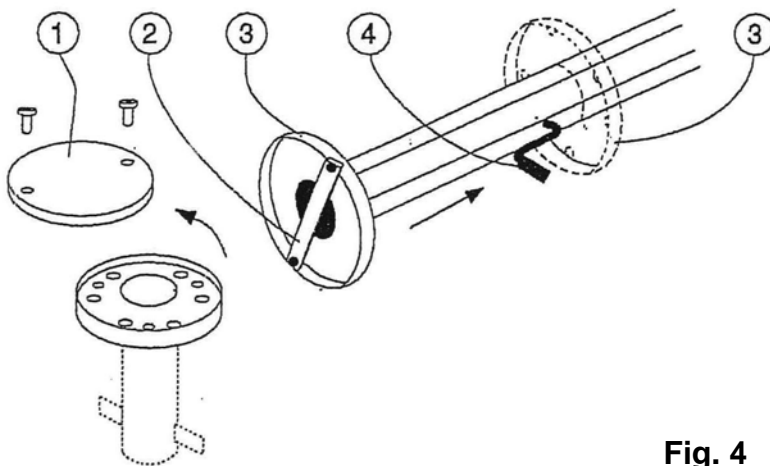

Fig. 4
- Svitare il coperchio dal piantone da interrare (1) come da fig. 4.
- Allontanare il traversino di fissaggio (2) dalla base del palo e spingere l'anello di compressione (3) verso l'alto oltre il foro per la manovella (4). Applicare un'imbottitura protettiva intorno al palo e fermare l'anello lasciando la manovella inserita.
- Levare le fascette di serraggio (11) e depositarle nel piantone all'interno di un sacchetto di plastica.
- Riavvitare il disco della cerniera e l'anello di compressione, riportato in basso, con il traversino di fissaggio (2) come da fig. 4.